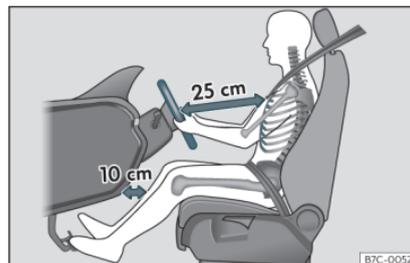

Fig. 2 La separazione corretta tra il conducente e il volante deve essere di minimo 25 cm (10 pollici).
- Regolare il volante in modo che si trovi a una distanza di almeno 25 cm (10 pollici) dallo sterzo»» fig. 2 e sia possibile tenerlo con entrambe le mani sui lati, all'esterno, con le braccia leggermente flesse.
- Regolare il sedile longitudinalmente in modo da poter premere completamente i pedali tenendo le ginocchia leggermente piegate e in modo tale che la distanza tra l'area del ginocchio e il cruscotto sia di almeno 10 cm (4 pollici)»» fig. 2.